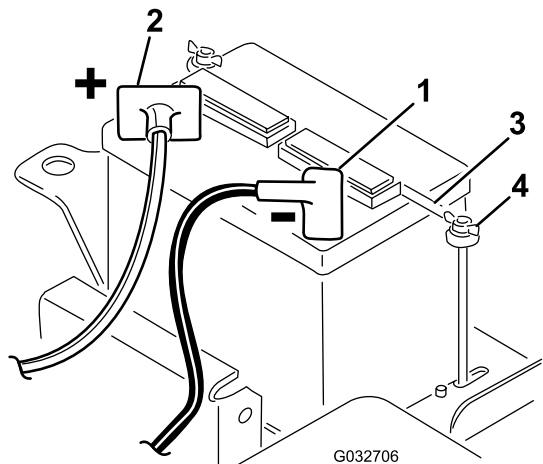

図 5
2. スタータからの赤いケーブルを端子に固定する 図 5。キャリッジボルトとナットで固定する。
5. バッテリークランプとワッシャを取り付け、蝶ナットで固定する 図 5。